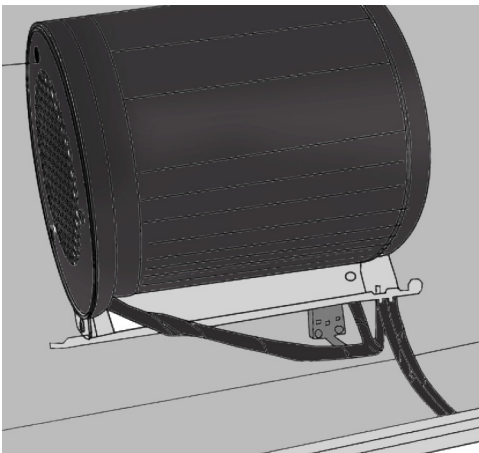

Figure 7
- Le câble électrique est situé sous le moteur lorsque vous remplacez la sortie du moteur (Voir figure 7).